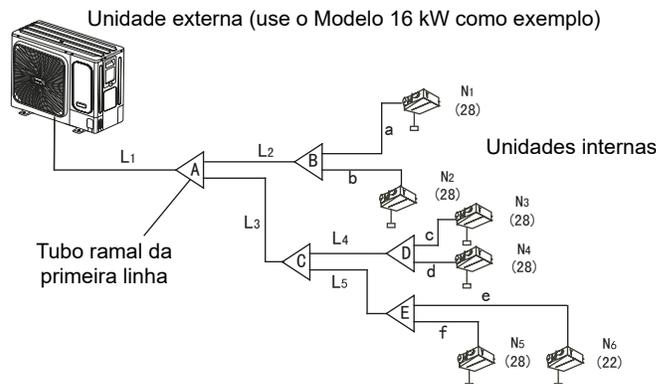
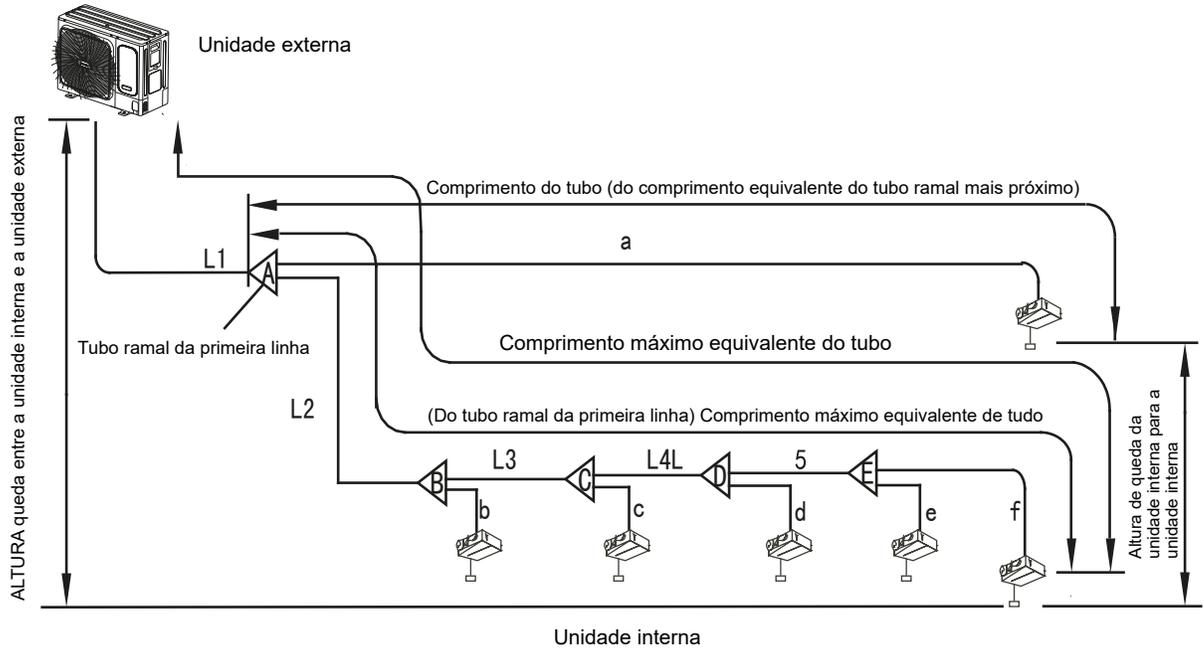

Figura 17.
Figura 19.
- Tubo principal (ver Figura 17 e Figura 19)
Consulte a Figura 19 para obter o tamanho do tubo de gás/líquido: $\Phi 19,1/\Phi 9,5$, e também o comprimento equivalente dos tubos do lado do líquido e do lado do gás que é >90 m.